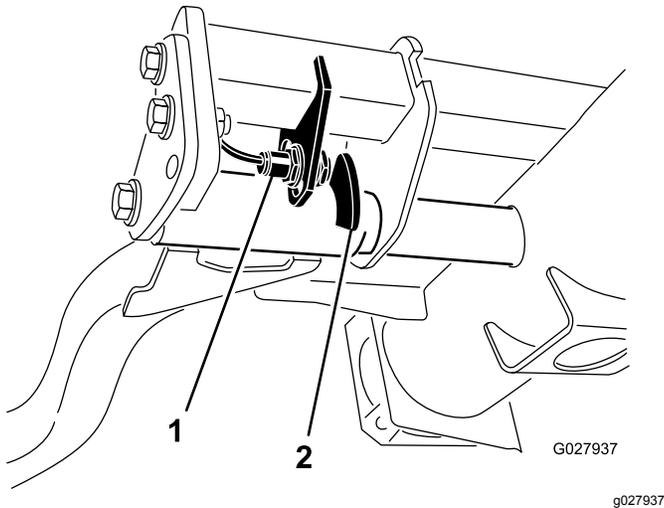

図 54
2. 昇降アームのスイッチは、油圧のメインタンクの下にある右前昇降アームの後ろ側に装着されている図 54。
3. スイッチの取り付けねじをゆるめ、スイッチの位置を下げると、昇降アームの旋回高さが高くなり、上げると、昇降アームの旋回高さが低くなる図 54。